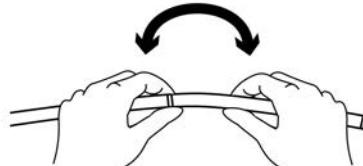

図2
6.受動湾曲部の両端を把持し、軽く曲げ、受動湾曲部が滑らかに曲がることを確認すること（図2参照）。